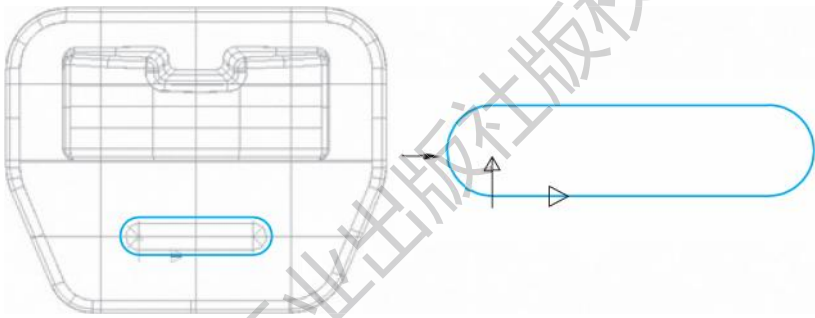

图 9-24 选择加工边界
1) 选择【刀路】/【3D】/【挖槽】命令，窗选所有曲面，单击【结束选择】按钮。系统弹出【刀路曲面选择】对话框，在【切削范围】选项卡处单击【选择】按钮，系统弹出【线框串连】对话框，在绘图区选取零件正下方的U形跑道边界线，如图9-24所示。单击【线框串连】对话框中的【确定】按钮，系统弹出【刀路曲面选择】对话框，单击该对话框的【确定】按钮。